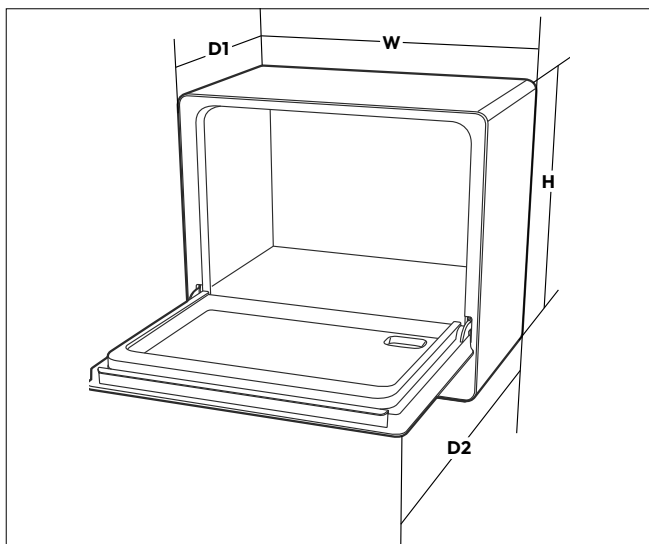

Abb. 7 – Geräteabmessungen
- ▶ Beachten Sie die Abmessungen des Geräts bei der Aufstellung (siehe Abb. 7):